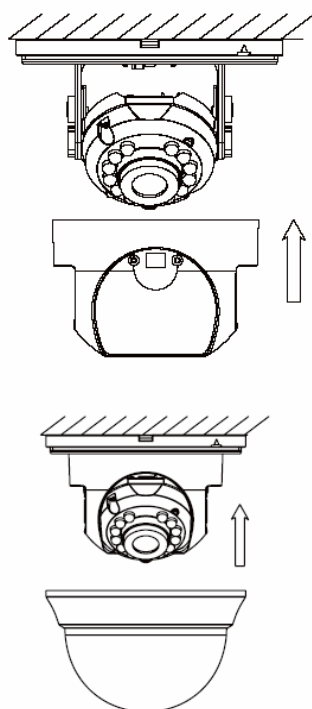

Рис. 2.4. Финальная сборка видеокамеры
- Установите отражатель и прозрачный купол, как показано на рис. Рис. 2.4, чтобы завершить установку видеокамеры.